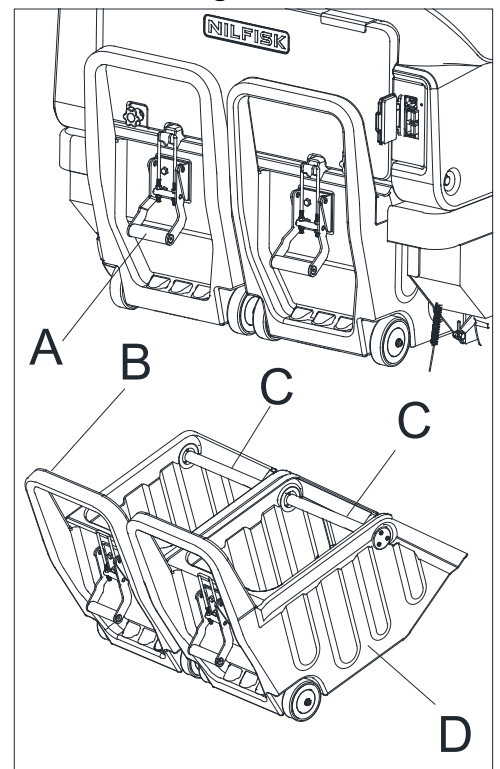

Figura 11
6. O depósito de poeiras (D, Figura 11) deve ser esvaziado após cada ciclo de trabalho e quando estiver cheio (veja a próxima secção).
3. Desengate o trinco (A, Figura 11) puxando a extremidade inferior.
4. Remova o depósito de poeiras desengatando-o das guias internas com a alça (B, Figura 11).
5. Descarregue todos os resíduos em recipientes especiais. Para facilitar o procedimento de descarga, existe uma caixa interna com alça (C, Figura 11) dentro do depósito de poeiras.
6. Instale o depósito de poeiras (D, Figura 11) e engate-o nas guias internas.
7. Aperte a trava (A, Figura 11). A máquina está agora pronta para começar a limpar novamente.
3. Esvazie o depósito de poeiras (D, Figura 11) (consulte a secção anterior para obter os passos).